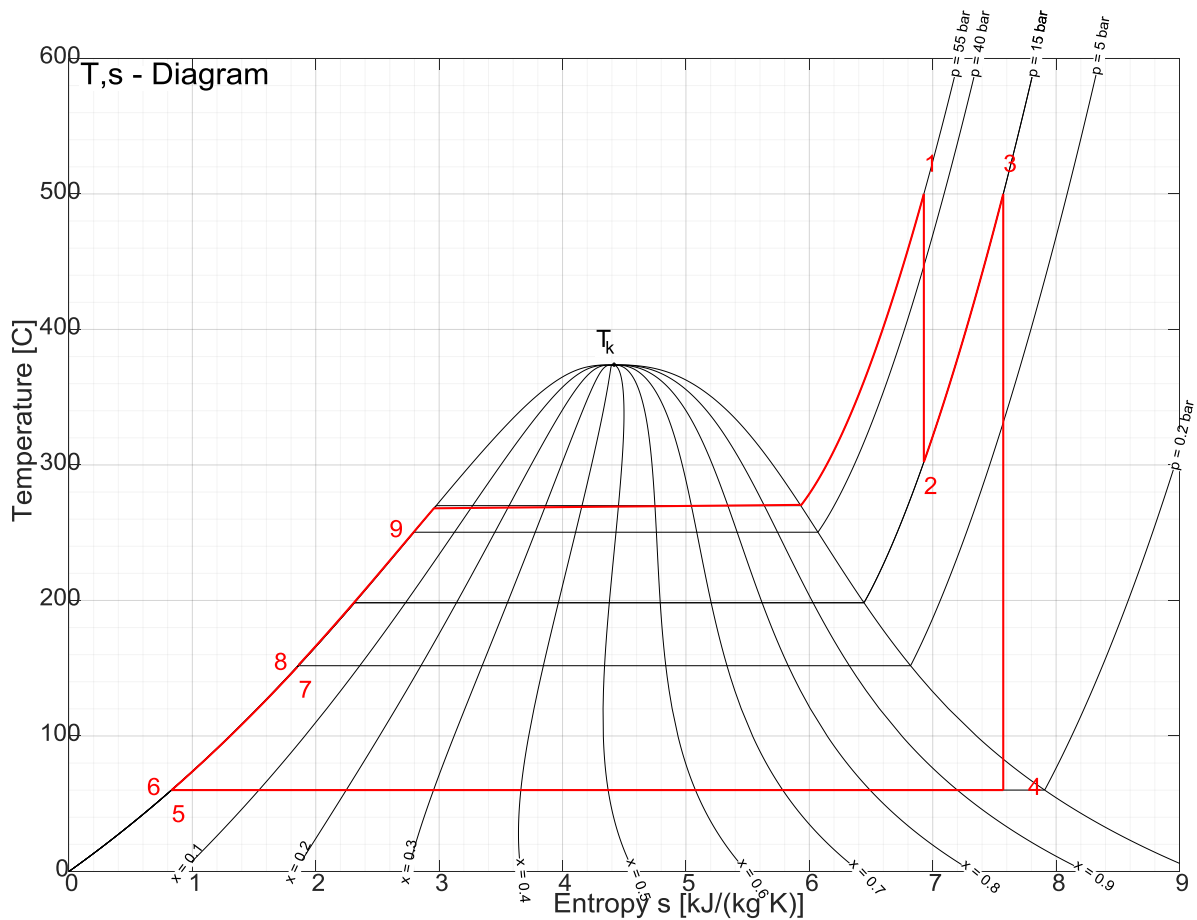

Abbildung 1: TS-Diagramm des Dampfturbinenprozesses
In Abbildung 1 ist das zugehörige TS-Diagramm des Dampfprozesses gezeigt, sowie die spezifischen Enthalpien der jeweiligen Zustände in Tabelle 1 zusammengefasst.
- (5) Zeichnen Sie ein **Ersatzschaltbild** des **Dampfkreisprozesses** und beschriften Sie die thermodynamisch relevanten Punkte in Übereinkunft mit dem gegebenen TS-Diagramm aus Abbildung 1.